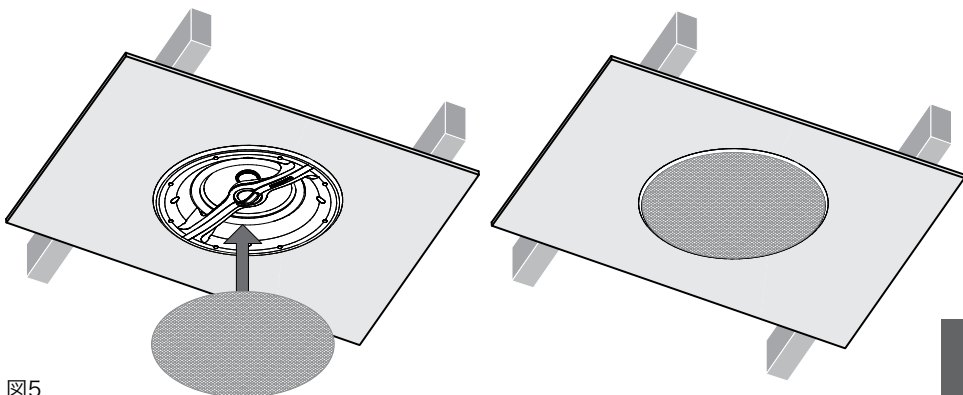

図5
4.5 ここでグリルを取り付けることができます。グリルはマグネット式ですので、フレーム・フランジの溝に合わせ、カチッという音がすれば取り付け完了です。グリルのはめ方は図5をご覧ください。